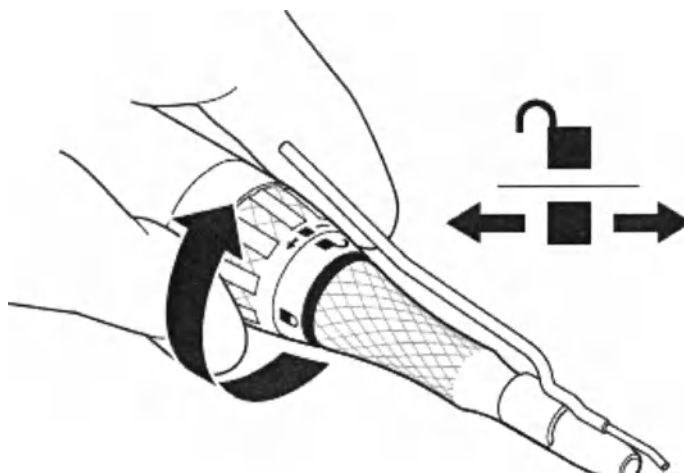

Рис. 3 – Поворот кольца в разблокирующее положение
3. Перед установкой режущего аксессуара поверните кольцо блокировки в разблокирующее положение (Рис. 3).